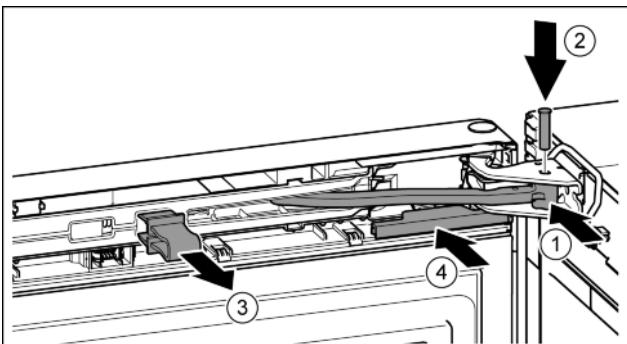

Fig. 22
- Завъртете шарнира в лагерната стойка. Fig. 22 (1)
- Поставете болта в лагерната стойка и шарнира. При това обърнете внимание на това, фиксиращата гърбица да е легната правилно в жлеба. Fig. 22 (2)
- Свалете предпазителя. Fig. 22 (3)
- Нахлузете капака. Fig. 22 (4)